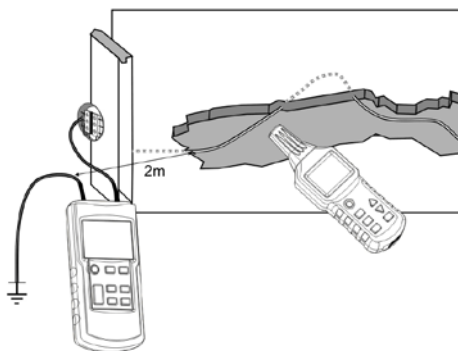

Fig.17
- Anslut sändaren som det visas i fig. 17;